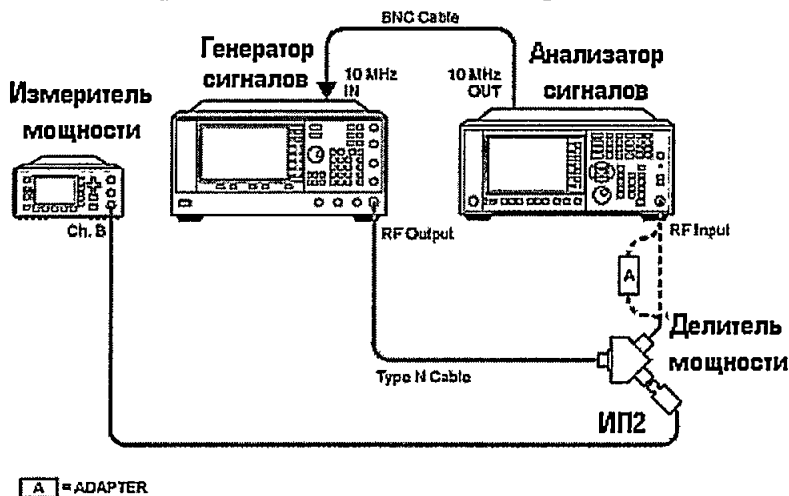

Рисунок 5
7.4.5 Отсоединить ИП1 от делителя. Освободившийся рукав делителя соединить с анализатором (рисунок 5). На анализаторе установить DC coupled, предусилитель выключен, полоса обзора 1 МГц, ослабление аттенюатора 10 дБ. Произвести измерения уровня сигнала уровня минус 10 дБм на частотах 300 кГц; 1, 5, 100, 150, 450 и 950 МГц; 1,25, 1,85, 2,25, 2,95 и 3,55 ГГц. Полученные значения зафиксировать, вычислить погрешность.
7.4.9 Отсоединить ИП1 от делителя. Освободившийся рукав делителя соединить с анализатором (рисунок 5). На анализаторе установить DC coupled, предусилитель выключен, полоса обзора 1 МГц, ослабление аттенюатора 10 дБ. Произвести измерения уровня сигнала минус 10 дБм на частотах 3,65, 5,05, 6,05, 7,05, 8,05 и 8,35 ГГц (для опций 508, 513, 526); 9,05, 10,05, 11,05, 12,05, 13,05 и 13,55 ГГц (для опций 513, 526); 14,05, 15,05, 16,05, 17,05, 18,05, 19,05, 20,05, 21,05, 22,05, 23,05, 24,05, 25,55, 26,05 и 26,45 (для опции 526), 27,05, 28,05, 29,05, 30,05, 40,05, 41,05, 42,05, 43,05, 43,95 (для опции 544, 550), 45,05, 46,05, 47,05, 48,05, 49,05, 49,95 (для опции 550). Полученные значения зафиксировать, вычислить погрешность.
7.4.11 Отсоединить ИП1 от делителя. Освободившийся рукав делителя соединить с анализатором (рисунок 5). На анализаторе установить DC coupled, предусилитель выключен, полоса обзора 1 МГц, ослабление аттенюатора 10 дБ. Произвести измерения уровня сигнала